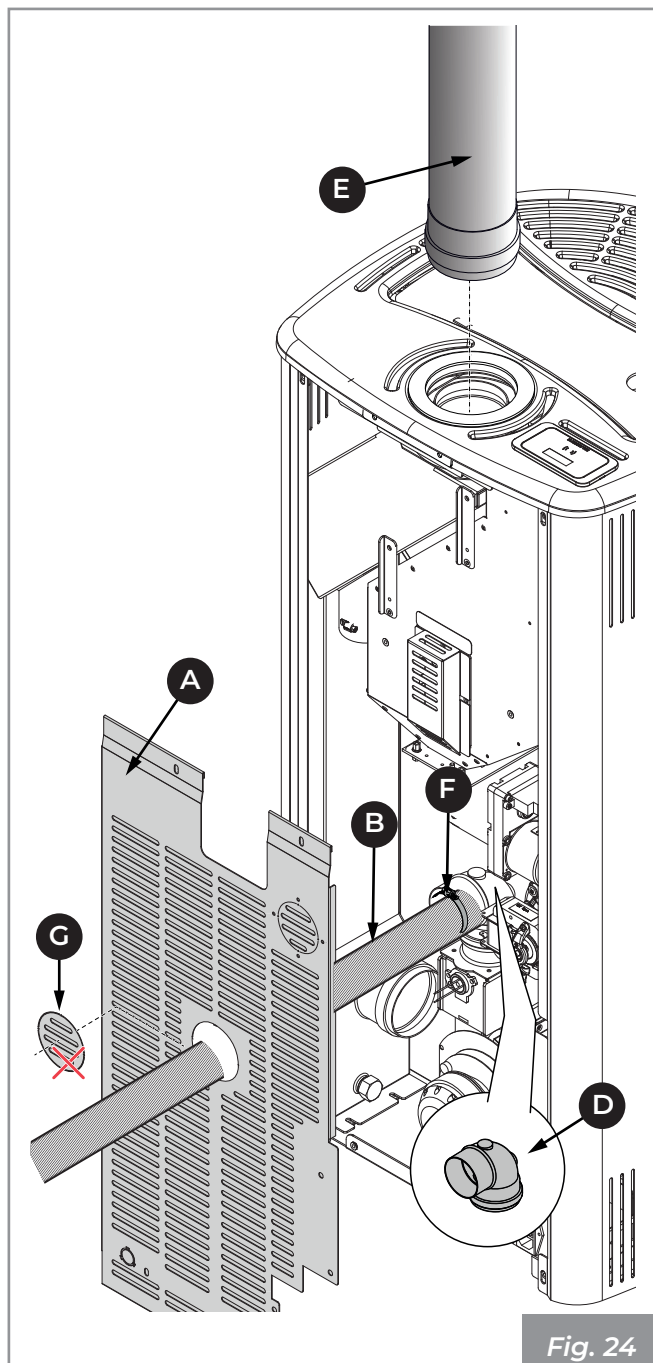

Fig. 24
- Raccorder le coude (D) (Fig. 24).
- Retirer la tôle pré-coupée (G) au dos (A) et faire passer le tuyau flexible (B) pour le raccorder à une prise d'air externe.
- Serrer le tube (B) avec le collier métallique (F) précédemment desserré.
- Remonter le panneau arrière (A).
- Raccorder le tube d'évacuation des fumées (E).